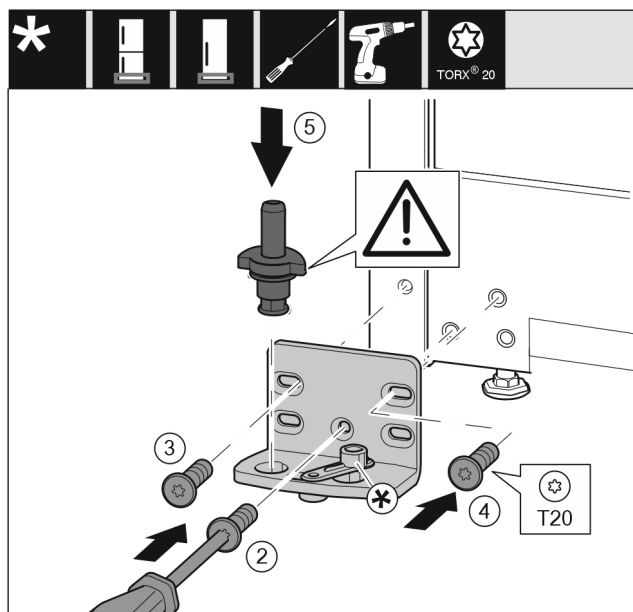

Fig. 25
- ▶ Nasadte stojan ložiska na druhé straně a přišroubujte pomocí šroubováku T20. Začněte šroubem 2 dole uprostřed. Fig. 25 (2)
- ▶ Pevně utáhněte šroub 3 a 4. Fig. 25 (3,4)
- ▶ Zcela vložte ložiskový čep. Přitom dávejte pozor, aby zajišťovací vačka směřovala dozadu. Fig. 25 (5)